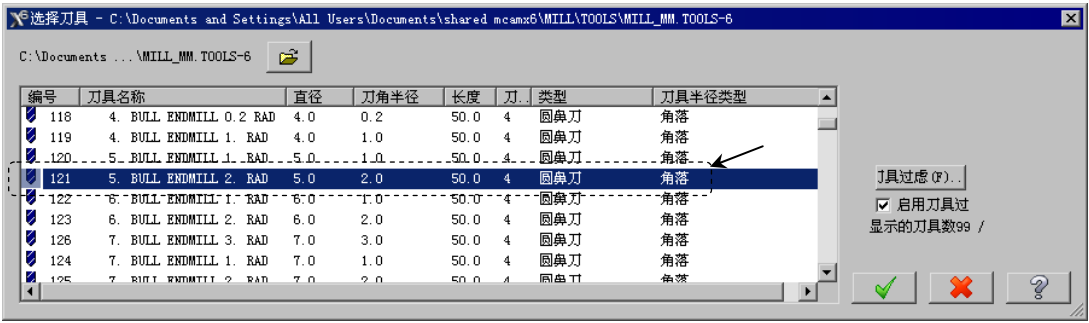

图 17.6 “选择刀具”对话框
Step4. 选择刀具。在“曲面粗加工挖槽”对话框中，单击 **选择刀具...** 按钮，系统弹出“选择刀具”对话框，在该对话框的列表框中选择图 17.6 所示的刀具。单击  按钮，关闭“选择刀具”对话框，系统返回至“曲面粗加工挖槽”对话框。